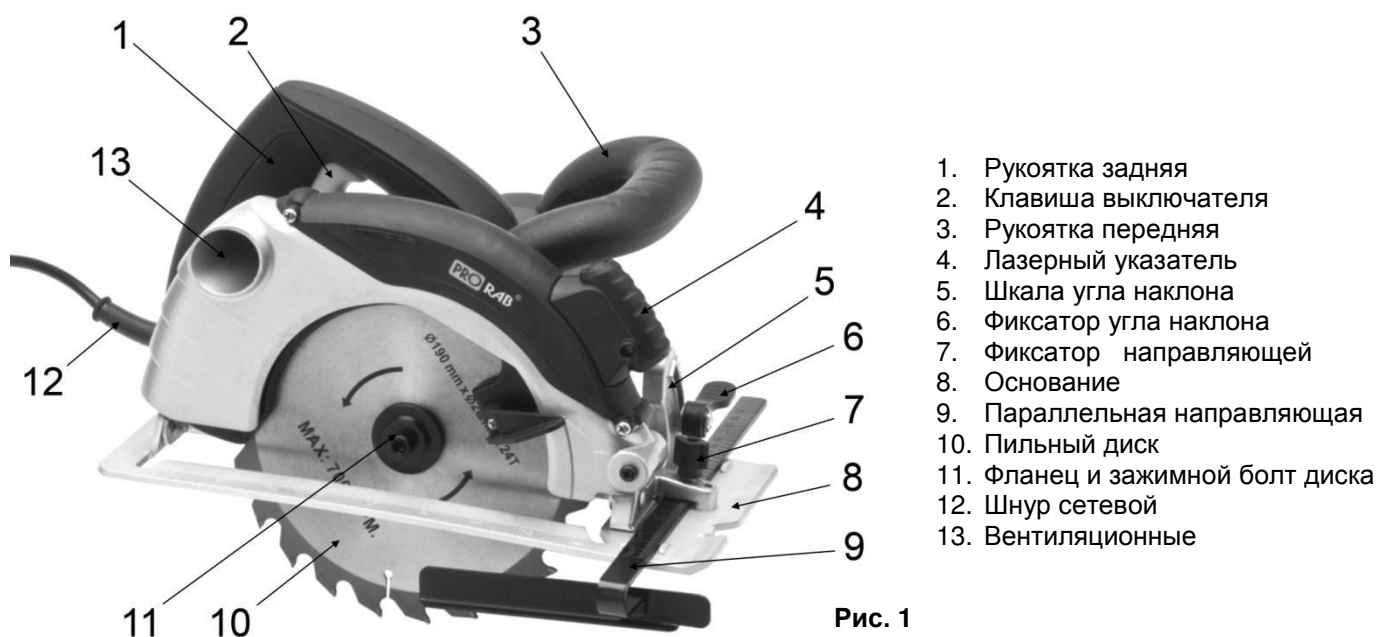

Рис. 1
- Ослабить зажимной винт (6) (См. Рис. 1, 5).
- Установить желаемый угол резания, согласно показаниям шкалы линейки угла наклона корпуса (5) (См. Рис. 1, 5).
- Затянуть зажимной винт (6) (См. Рис. 1, 5).
- Параллельная направляющая (9) (См. Рис. 1, 6) позволяет производить резание вдоль прямой кромки заготовки, а также производить нарезание одинаковых по ширине полос.
- Ослабить зажимной винт параллельной направляющей (7) (См. Рис.1,6)
- Затянуть зажимной винт направляющей (7)(См. Рис. 1,6).
- Во время работы подключайте пылесос к патрубку выброса опилок (13) (См. Рис.1) для удаления опилок.